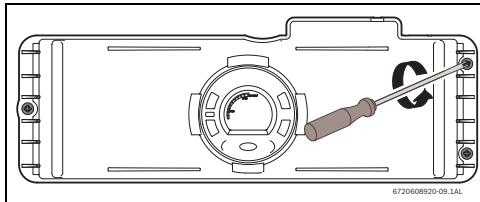
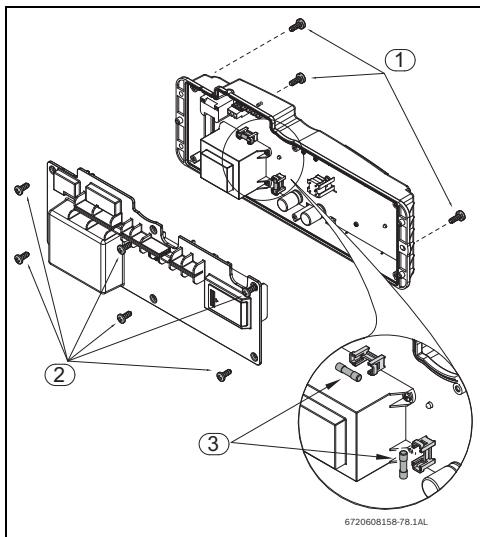

Рис. 48
Рис. 49 Положение предохранителей
- отпустите три винта на блоке управления (рис.48 и Рис. 49 , поз. 2).
- Отпустите шесть винтов на задней крышке блока управления, см. Рис. 49 , поз.2.